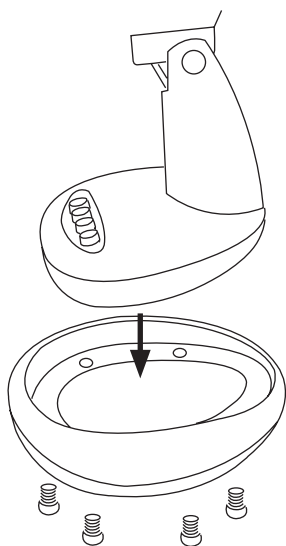

Fig.1
- El aparato dispone de unos pies base (V) sobre el que se puede apoyar el producto.
- Fijar los pies base al cuerpo del aparato mediante los tornillos (Fig.1)